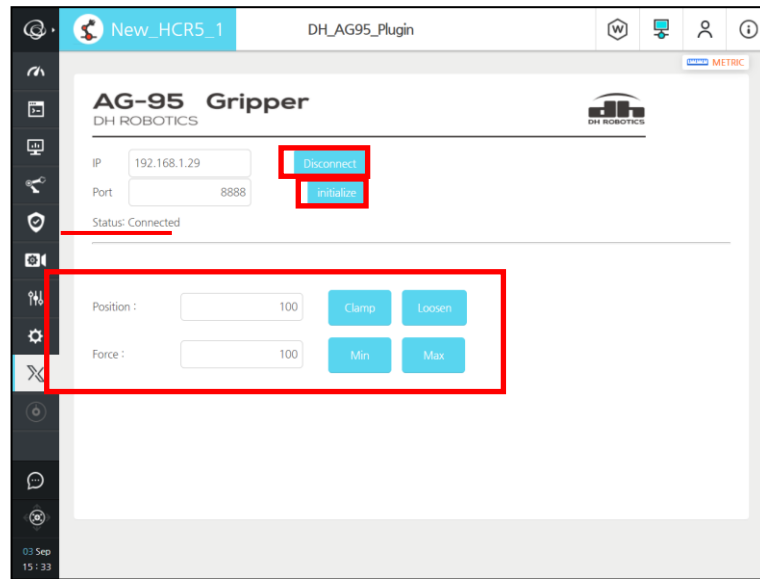

图 5.38 夹爪初始化
3. 点击 **Initialize** 进行夹爪初始化，如图 5.38 所示。